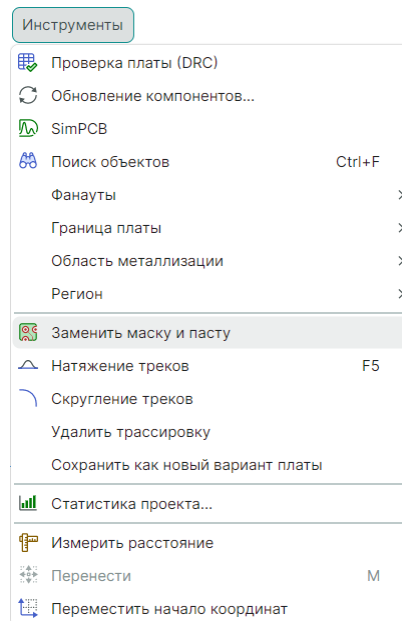

Рис. 546 Вызов инструмента «Заменить маску и пасту» из главного меню
2. Нажмите на кнопку «Заменить маску и пасту», обозначенную символом  на панели инструментов «Плата» или в главном меню «Инструменты» → «Заменить маску и пасту», см. Рис. 546.